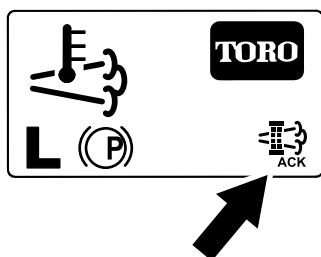

Figura 61
8. L'InfoCenter visualizza la schermata Home e l'icona della rigenerazione (Figura 61) è presente nell'angolo in basso a destra della schermata mentre la rigenerazione procede.